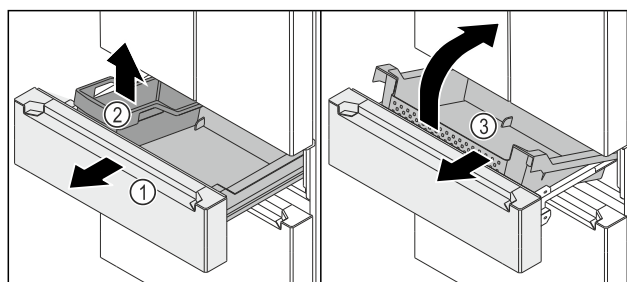

Fig. 149
- ▶ Изтеглете изтеглящата се ракла Fig. 149 (1) докрай.
- ▶ Извадете FlexBox Fig. 149 (2).
- ▶ Повдигнете нагоре съда Fig. 149 (3) отпред.
- ▶ Извадете съда Fig. 149 (3) под ъгъл напред.